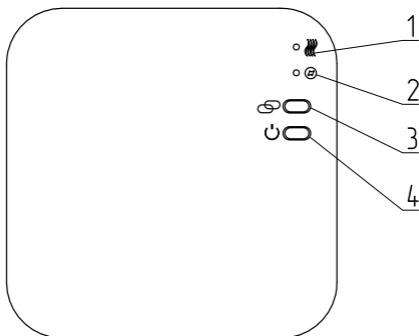

Рис. 3 Расположение элементов управления и индикации приемника
1. Удерживайте кнопку сопряжения «» (см. **Рис. 3, поз.3**) на приемнике в нажатом состоянии, до тех пор, пока индикатор «Нагрев» «» (см. **Рис. 3, поз.1**) не начнет быстро мигать;
5. Нажмите и удерживайте кнопку сопряжения на приемнике, пока индикатор «Нагрев» «» (см. **Рис. 3, поз.1**) не начнет быстро мигать;